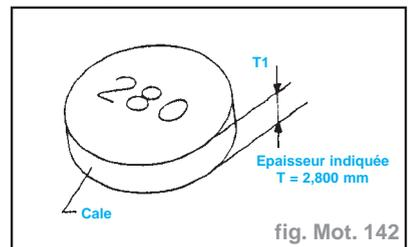

fig. Mot. 142
- Sélectionner la cale dont la taille est la plus proche de l'épaisseur calculée (fig. Mot. 142).